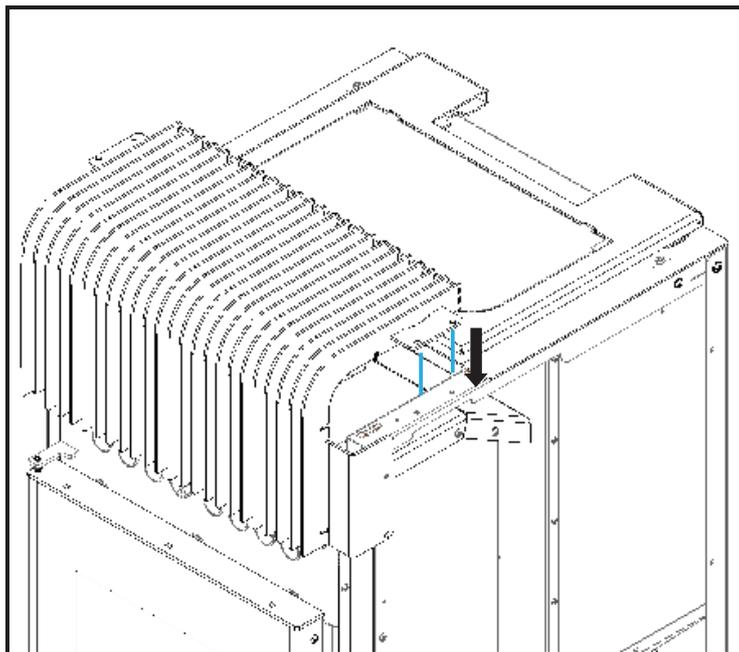

Figura 99 – Colocación de la rejilla frontal
b) Adjuntar la rejilla delantera haciendo coincidir los orificios de la rejilla con los orificios de los equipos (Figura 99).